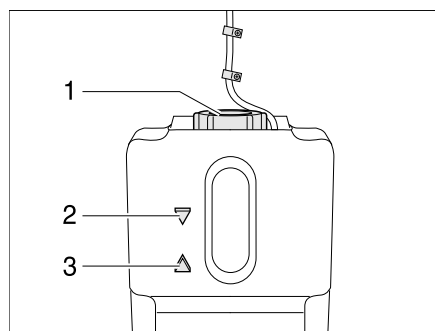

Bild 171 Ausgleichsbehälter Warmwasser-Heizung
- Prüfen, ob am Ausgleichsbehälter (Bild 171) die Flüssigkeit zwischen der Markierung "MIN" (Bild 171,3) und "MAX" (Bild 171,2) steht.
- Am Ausgleichsbehälter den Drehverschluss (Bild 171,1) aufdrehen.